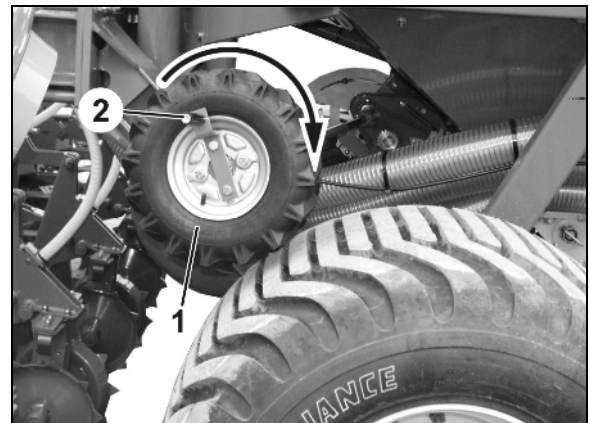

Fig. 88
9. Das Reibrad mit der Abdrehkurbel (Fig. 88/1) so lange in Pfeilrichtung drehen, bis alle Kammern der Dosierwalzen mit Saatgut gefüllt sind und ein gleichmäßiger Saatgutstrom in die Abdrehwanne fließt.
13. Das Reibrad mit der Abdrehkurbel (Fig. 88/1) in Pfeilrichtung drehen.